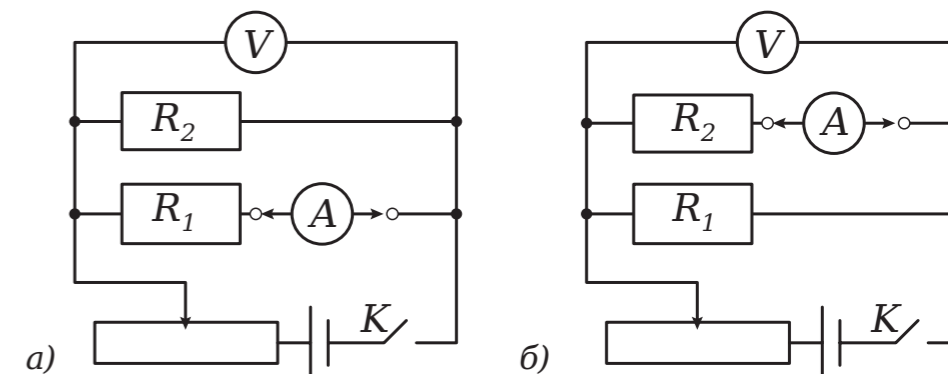

Рисунок 3.
7. Соберите электрическую цепь (рисунок 3), предварительно установив сопротивление реостата на максимальное значение, и с помощью реостата установите некоторый ток в цепи.